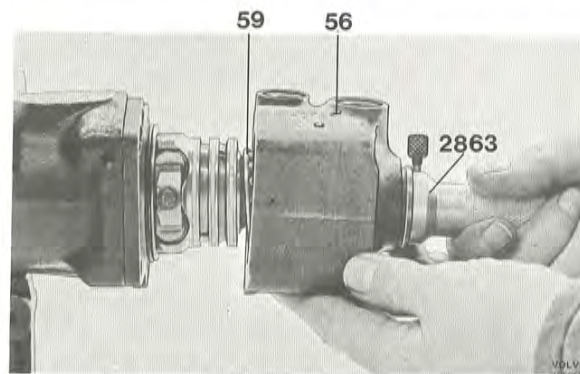

Bild 107. Montering av ventilhus
11. Spänn ut tätningsringen (54) med verktyg 2863. Sätt lagret (59) på sin plats. Montera ventilhuset (56), se bild 107. Åtdragningsmoment för skruvar (50 och 52) 34 Nm (3,4 kpm).